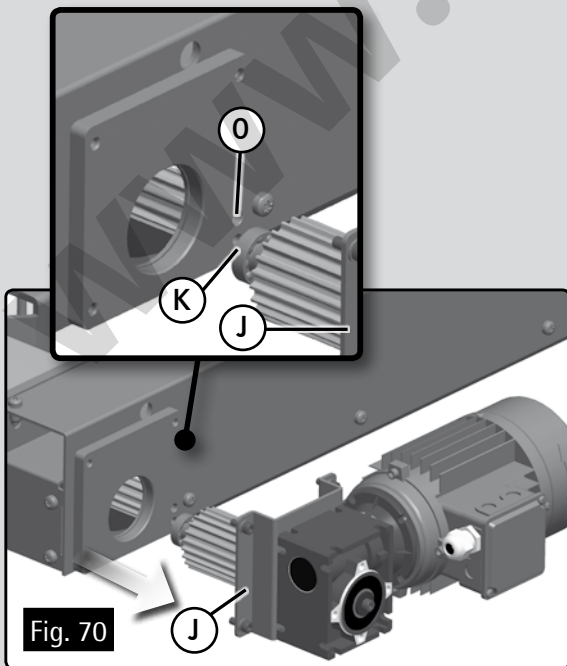

Fig. 70
Extraer el motor J (Fig. 70). Al extraer el motor, deberá tener cuidado de no dar ningún tirón al cable, pues podría dañar sus conexiones internas.
Junto con el motor J salen también el eje motriz, el rodillo motriz y el rodamiento K (Fig. 70).
- Montar el motor teniendo en cuenta el posicionador O (Fig. 70) y encajando el rodamiento K (Fig. 70) en su alojamiento.